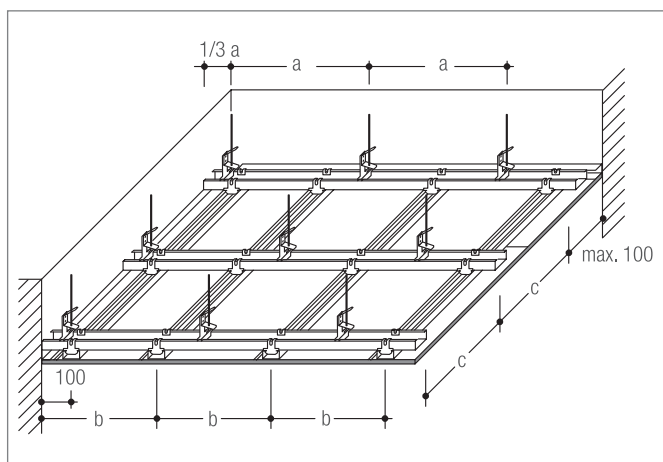

Fig. 8-4 Sottostruttura in metallo sospesa
- Sottostruttura in metallo sospesa (vedere Fig. 8-4)